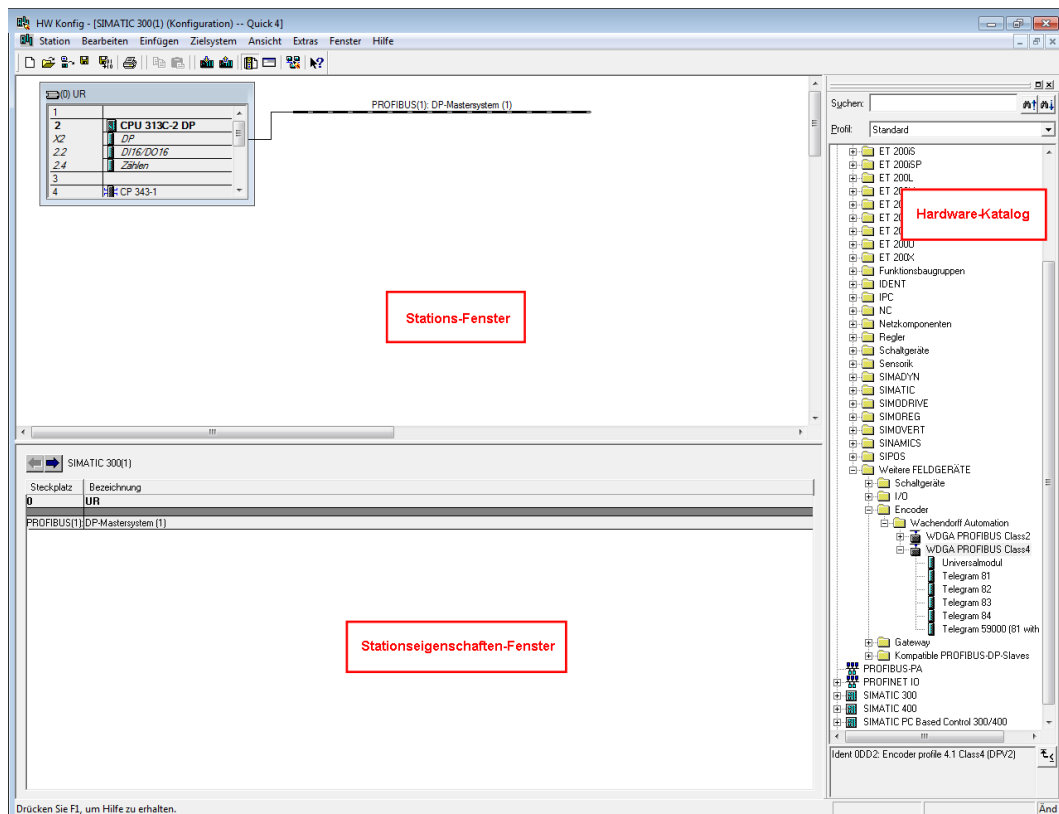

Abbildung 2.2: Hardware-Konfigurator – STEP 7
- Im "Hardware-Katalog" erscheint unter "PROFIBUS-DP", "Weitere Feldgeräte", "Encoder", "Wachendorff Automation", "WDGA PROFIBUS Class4", der WDGA-Drehgeber (siehe Abbildung 2.2).